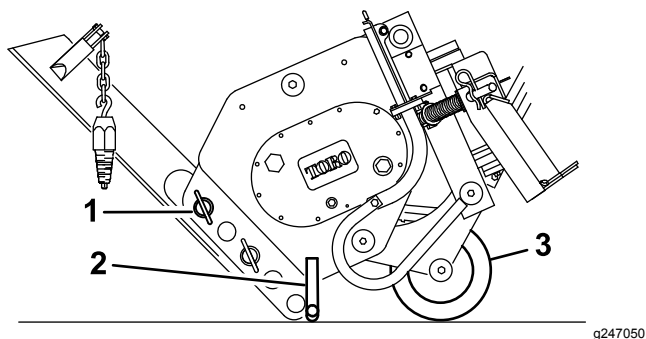

Рисунок 4
- Отверните отвал вверх и зафиксируйте его с помощью штифта с защелкой и штифта с отверстием, как показано на Рисунок 4.
- Наклоните плуг вперед и опустите его на землю или прицеп, опора и нож должны удерживать вес плуга (Рисунок 4).
3. Отверните отвал вверх и зафиксируйте его с помощью штифта с защелкой и штифта с отверстием, как показано на Рисунок 4.